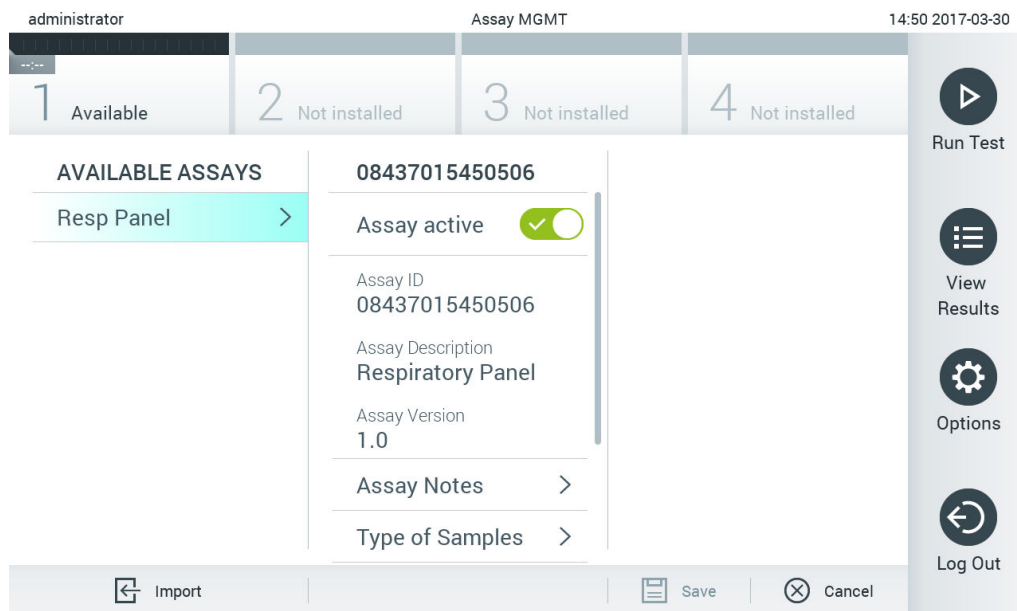

Рис. 59. Керування доступними аналізами.
1. Натисніть кнопку **Options** (Параметри), а потім – **Assay Management** (Керування аналізами), щоб отримати доступ до екрана **Assay Management** (Керування аналізами). Доступні аналізи перераховані в першому стовпці області вмісту (рисунок 59).